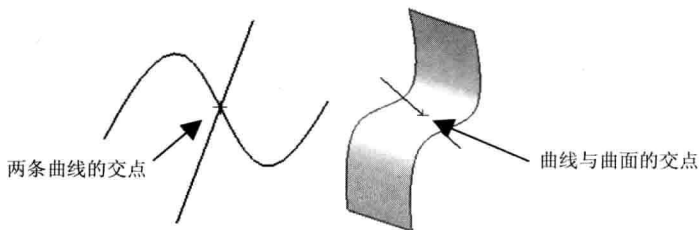

图1-6 创建交点
- **【交点】**: 该方式用于在两条曲线的交点或者一条曲线和一个曲面的交点位置创建点。图 1-6 为创建交点的示意图。